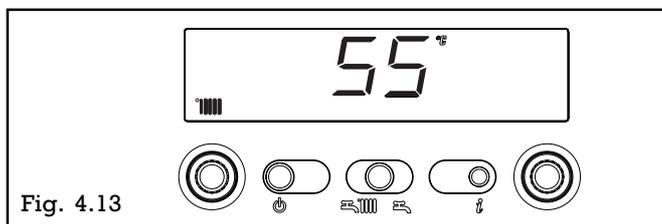

Fig. 4.13
**Info 3** affiche la consigne de température chauffage (fig. 4.13)